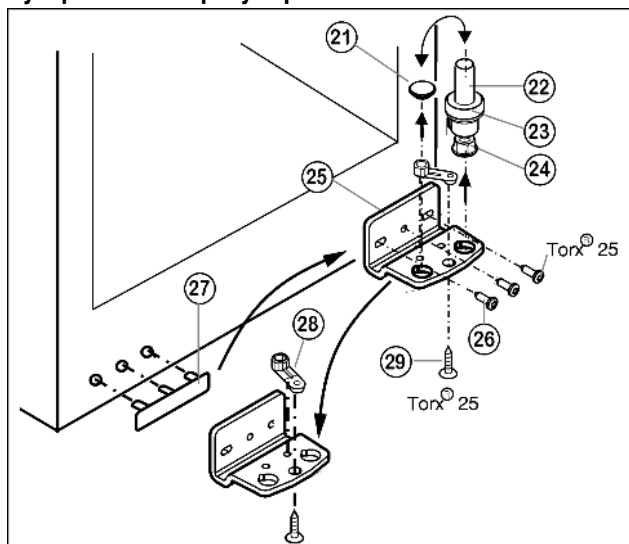

Fig. 5
- Извлеките опорный винт Fig. 5 (22) в комплекте с шайбой Fig. 5 (23) и регулируемой опорой Fig. 5 (24), вытягивая его вверх.
- Снимите пробку Fig. 5 (21).
- Открутите Fig. 5 (26) опорный кронштейн Fig. 5 (25).
- Открутите Fig. 5 (29) опорную деталь Fig. 5 (28) и, переставив в отверстие на противоположной стороне опорного кронштейна, снова прикрутите.
- Осторожно снимите и переставьте на противоположную сторону крышку со стороны ручки Fig. 5 (27).
- Снова прикрутите опорный кронштейн Fig. 5 (25) на новой стороне шарнира (с моментом 4 Нм). При необходимости используйте аккумуляторный шуруповёрт.
- Переставьте пробку Fig. 5 (21) в свободное отверстие.
- Вновь установите опорный винт Fig. 5 (22) в комплекте с шайбой и регулируемой опорой. При этом фиксатор должен быть направлен назад.